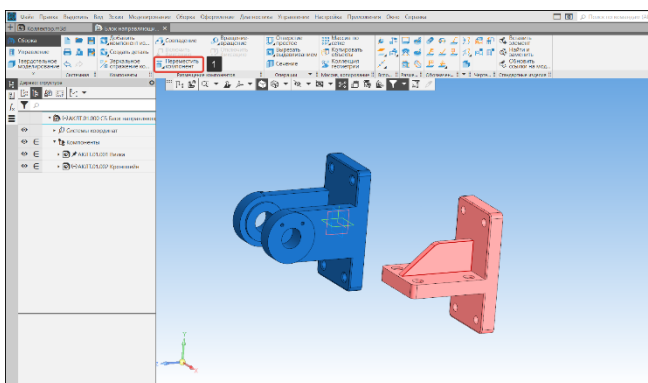

Рисунок 304 – Вращение компонента
- Кронштейн разместим в произвольном месте на графическом поле (Рисунок 304);
- В панели Размещение компонентов выберем команду Переместить компонент (1) подоперация Повернуть компонент (Рисунок 304);
- В панели Размещение компонентов выберем команду Переместить компонент (1) подоперация Переместить компонент (Рисунок 304);